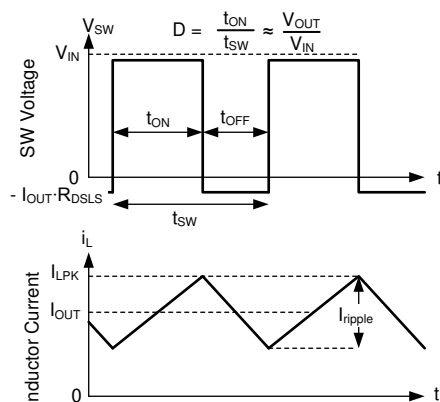

図 7-15. 連続モード (CCM) における SW 電圧とインダクタ電流の波形
本デバイスの以下の動作の説明は、セクション 7.2 と以下の波形 (図 7-15) を参照しています。CCM では、本デバイスは、内蔵ハイサイド (HS) およびローサイド (LS) NMOS スイッチを各種デューティ・サイクル (D) でオンにすることで、出力電圧のレギュレーションを実現します。HS スイッチのオン時間の間、SW ピンの電圧 (V_{SW}) は V_{IN} の付近までスイングし、インダクタ電流 (i_L) は線形的な傾きで増加します。HS スイッチは、制御ロジックによってオフにされます。HS スイッチのオフ時間 (t_{OFF}) の間、LS スイッチはオンにされます。インダクタ電流は LS スイッチを通して放電され、LS スイッチの両端の電圧降下によって V_{SW} をグラウンドの下まで強制的にスイングさせます。一定の出力電圧を維持するため、コンバータ・ループはデューティ・サイクルを調整します。D は、HS スイッチのオン時間をスイッチング周期で割った値として次のように定義されます。